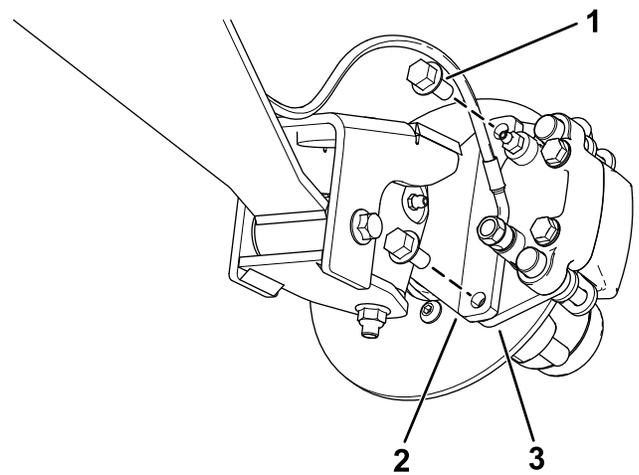
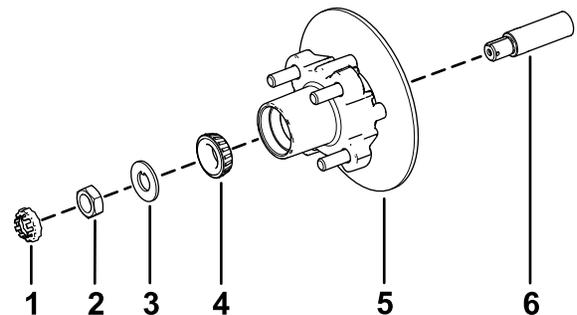

Figure 28
Figure 32
3. Retirez les boulons à embase ($\frac{3}{8} \times \frac{3}{4}$ po) qui fixent le support du frein à la fusée et séparez le frein de la fusée (Figure 28).
1. Appliquez une fine couche de la graisse spécifiée sur la fusée (Figure 32).
2. Montez le moyeu et le disque sur la fusée, en plaçant le disque à l'intérieur (Figure 32).
3. Montez le roulement extérieur sur la fusée et poussez-le contre la bague extérieure (Figure 32).
4. Placez la rondelle à languette sur la fusée (Figure 32).
5. Vissez l'écrou de fusée sur la fusée et serrez-le à 15 N·m (11 pi-lb) tout en tournant le moyeu pour asseoir le roulement (Figure 32).
2. Placez les plaquettes de frein de chaque côté du disque (Figure 28), puis alignez les trous du support d'étrier et les trous du support de frein sur le porte-fusée (Figure 32).
3. Fixez le support d'étrier au porte-fusée (Figure 28) à l'aide des 2 boulons à embase ($\frac{3}{8} \times \frac{3}{4}$ po).